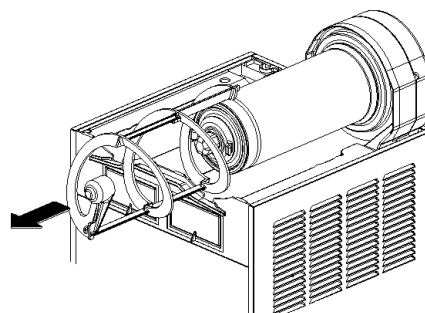

Bild 7
- 3 Zuerst die äußere (Bild 7) und dann die innere Schnecke